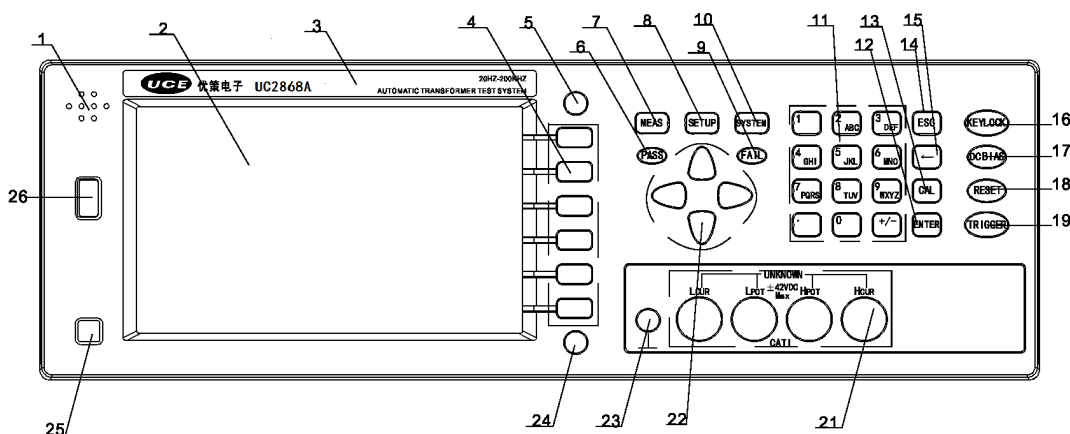

图 2-1. 前面板说明
- (1) 前面板蜂鸣器口：蜂鸣器副声发音口。
- (2) LCD 液晶显示屏：800×480TFT 显示屏，显示测量结果，测量条件等。
- (3) 商标及型号：仪器商标及型号。图 2-1 显示的是 UC2819A 仪器型号。
- (4) 软键区：6 个软键用于选择功能或参数，其左侧对应显示具体功能参数；且不同页面软键定义有所不同。
- (5) FILE 键：选择文件管理页面。
- (6) PASS 合格指示灯：比较功能打开时，测试结果合格时该灯亮。
- (7) [MEAS] 菜单键：按键进入“元件测量显示”页面。
- (8) [SETUP] 菜单键：按键进入“测量设置”页面。
- (9) FAIL 不合格指示灯：比较功能打开时，测试结果不合格时该灯亮。
- (10) [SYSTEM] 菜单键：按键进入“系统设置”页面。
- (11) 数值键：用于输入数据。数值键由数字键[0]至[9]，小数点[.] 和 [+/-] 键组成。也可配合软键输入字母。通过[ENTER] 键确认输入。
- (12) [ENTER] 键：输入数值时确认键。
- (13) **[CAL]键**: 按键进入“用户校正”页面。